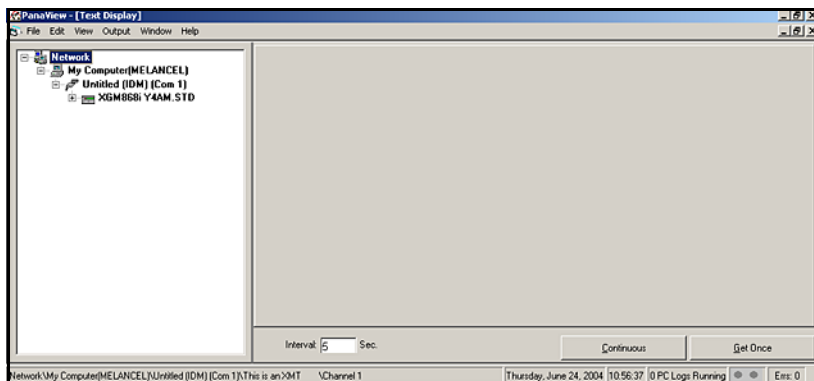

Abbildung 19: Fenster „Text Display“ (Textanzeige)
2. Mit dem Fenster *Window* (Fenster) können die geöffneten Fenster wie im *PanaView Installationshandbuch* beschrieben im gewünschten Format angeordnet werden. Zur Veranschaulichung ist in *Abbildung 19 unten* das Fenster *Text Display* (Textanzeige) in seiner maximalen Größe (Vollbild) dargestellt.
5. Bevor tatsächliche Datenwerte im Textbereich angezeigt werden können, aktivieren Sie einen der folgenden Datenerfassungsmodi (siehe Abbildung 19 auf Seite 51):